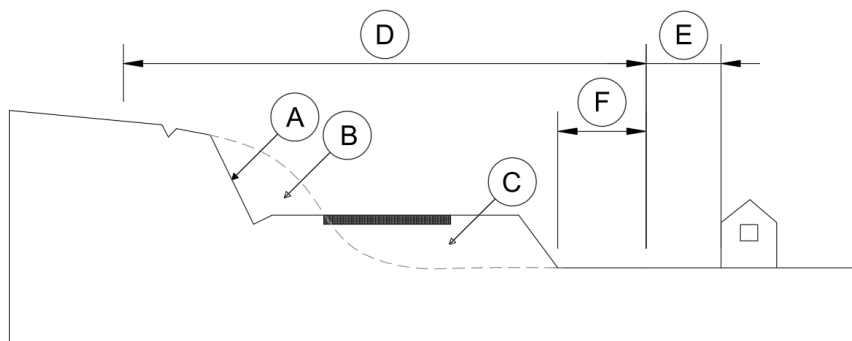

Figura 1 – Seção transversal da plataforma de uma rodovia com pista única (adaptado de BRASIL 2023)
- 37) Para uma melhor interpretação dos elementos caracterizadores de uma rodovia alguns termos técnicos são padronizados. Na Figura 1 é apresentada uma seção transversal da plataforma de uma rodovia com pista única, onde letras caracterizam regiões específicas desta rodovia. De acordo com esta figura, assinalar a alternativa que apresenta **CORRETAMENTE** a nomenclatura dos diferentes elementos rodoviários correspondentes a cada uma das letras indicadas.